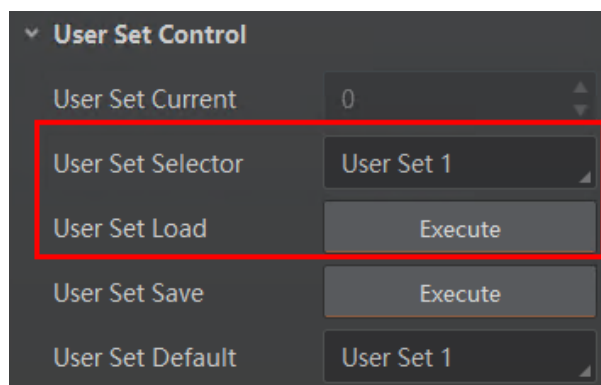

图8-3 加载参数设置
- 加载参数：在连接设备但不预览时，可对设备进行加载参数的操作。通过 *User Set Selector* 参数下拉选择其中一组参数，点击 *User Set Load* 处的 *Execute*，即可将选择的一组参数加载到相机中，如图 8-3 所示。